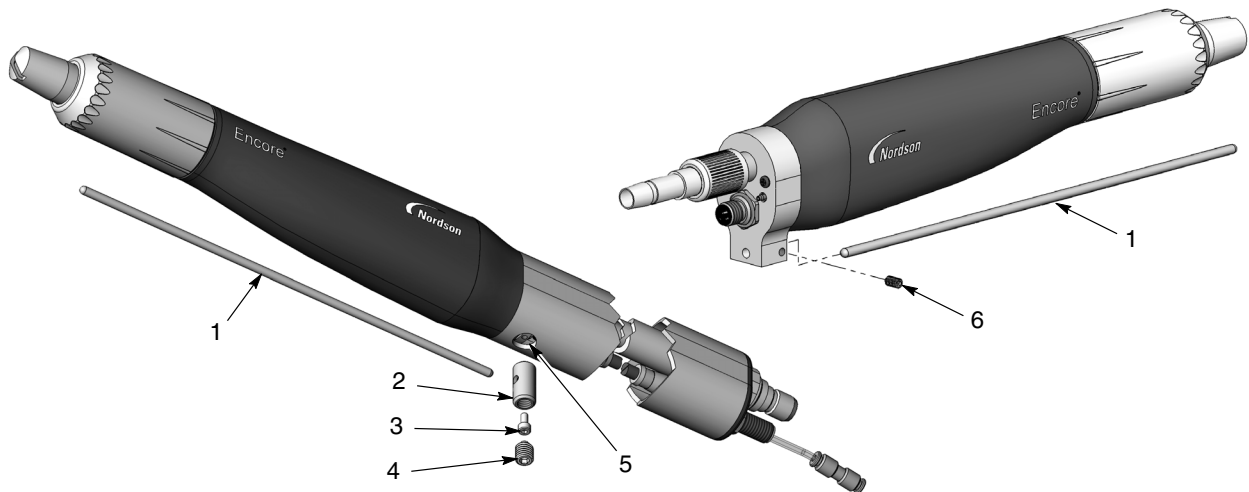

Figura 6 Instalación del colector de iones, pistola de montaje en barra mostrada sin montaje de pivote
1. Invertir el tubo de montaje de manera que el orificio de montaje del colector de iones (5) proporcione acceso a la placa de puesta a tierra tal y como se muestra en la figura 6. Llevar a cabo los pasos 1-7 del procedimiento de desmontaje del montaje en tubo en la página 23 para invertir el tubo de montaje.
2. Fijar el soporte (2) a la placa de puesta a tierra con el tornillo de cabeza hueca (3).
3. Insertar la varilla del contenedor (1) en el soporte y asegurarlo con el tornillo de ajuste M10 x 10 de nailon (4).